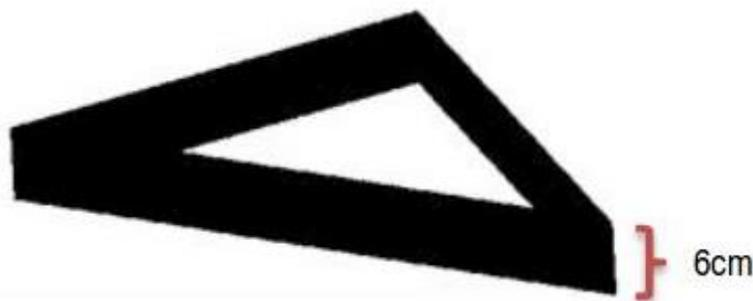

Figura 12 – Área de resgate para o nível 2.
**NÍVEL 2:** A área de resgate é um triângulo preto com paredes de **aproximadamente** 6cm de altura. A área interna do triângulo é vazada e o mesmo será posicionado no chão da sala. A Figura 12 ilustra a área de resgate do nível 2.